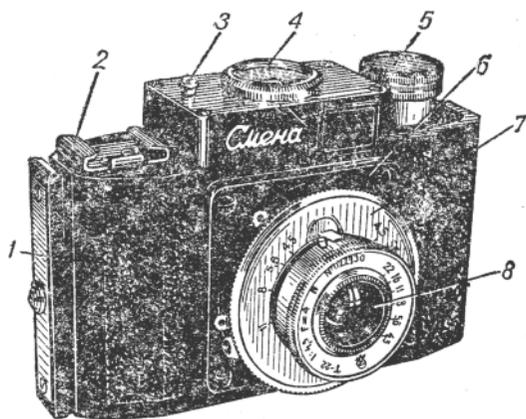
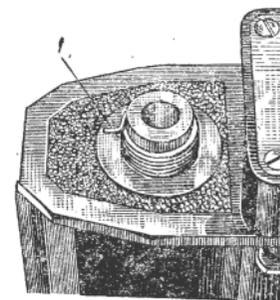
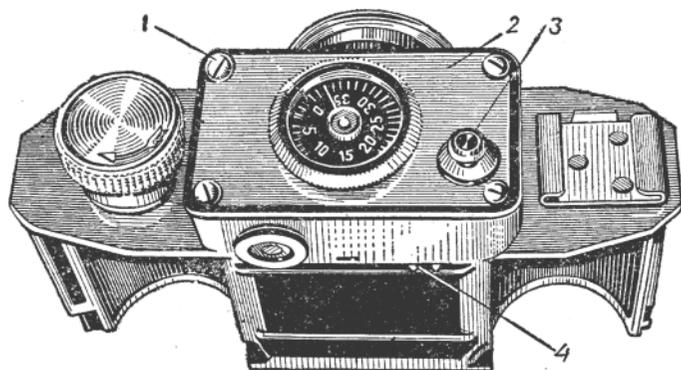
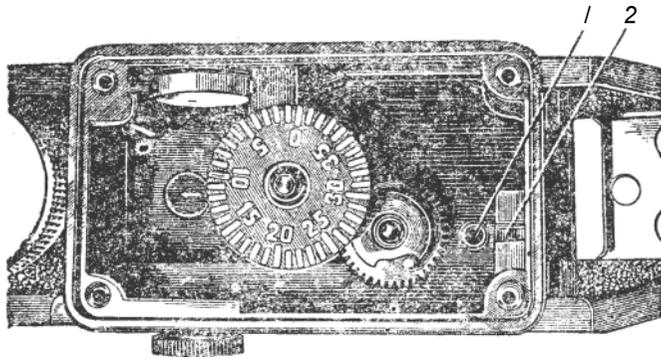

Рис. 66. Фотоаппарат «Смена».
Рис. 68. Пружина тормоза.
Рис. 69. Внутренний вид корпуса аппарата.
Рис. 71. Счетчик кадров без кнопки спуска.
Аппарат состоит из корпуса 1 (рис. 66), клеммы 2, кнопки пуска 3, счетчика кадров 4, головки перемотки пленки 5, панели объектива 6, затвора 7, объектива 8.
Головка 5 (рис. 66) протягивает пленку, перематывающуюся из кассеты в кассету. Пленка протягивается только на величину кадра, ее движение регулируется специальным механизмом, который приводится в действие перфорацией пленки с помощью зубчатого диска 4 (рис. 69).
В «Смене» применяются двухкрышечные металлические кассеты. Если пленка протягивается с трудом и фотолюбитель перестает чувствовать остановку пленки и продолжает вращать головку 5 (рис. 66), разрывается перфорация пленки, портится резьба оси, на которую навинчен зубчатый диск 4 (рис. 69) и зубья шестерен счетчика кадров.
Поэтому нужно подбирать кассеты так, чтобы пленка протягивалась без заметного усилия (см. стр. 12). Головку 5 (рис. 66) нужно вращать только по часовой стрелке. Внутри головки находится спиральная пружина тормоза 1 (рис. 68), загнутый конец которой входит в отверстие головки и не позволяет ей двигаться против часовой
Работа счетчика кадров и перемотка пленки регулируется специальным механизмом. Чтобы разобраться в устройстве и принципе работы механизма, нужно, отвинтив четыре винта 1 (рис. 69), снять щиток 2 (плато счетчика кадров) с кнопкой пуска 3. Затем следует отвинтить кнопку 5, держа плоскогубцами стержень, на который она навинчена, и установить ее на место без щитка, как это показано на рис. 70. На стержне находится спиральная пружина 8 (рис. 70) и шпилька 7. Стержень входит в отверстие 1 (рис. 71), а длинный конец шпильки — в паз 2.
Во время движения пленки перфорационные отверстия вращают зубчатый диск 4 (рис. 69), навинченный на ось 4 (рис. 70), на которой установлены шестерня 8 и диск 5, с выемкой 11 и пальцем 5. Когда шестерня 9 делает один
Разбирают пусковой механизм в следующем порядке. Отвинчивают четыре винта 1 (рис. 69) и снимают верхний щиток 2 с кнопкой 3. Затем отвинчивают зубчатый диск 4, имеющий левую резьбу, в правую сторону. Отвинтив зубчатый диск, можно извлечь ось 4 (рис. 70) с шестерней 9 и диском 5. Однако прежде нужно снять лимб счетчика кадров 2 с осью и шестерней, который укреплен на оси запорной шайбой.
2. Зубчатый диск 4 (рис. 69) вращается, но механизм не работает. Нужно разобрать и проверить отверстие с резьбой на диске 4 и оси 4 (рис. 70). Если отверстие диска 4 (рис. 69) стало слишком большим, то зубчатый диск нужно положить на твердый предмет и с помощью молотка и пуансона стянуть отверстие с резьбой. Стягивание можно производить с обеих сторон диска. После этого следует установить диск на место. Если таким способом нельзя исправить резьбу, нужно сделать отверстие меньше и нарезать новую резьбу.
3. Кнопка 3 (рис. 69) после нажатия не возвращается в верхнее положение, и механизм работать не может. Нужно почистить и смазать ось кнопки и проверить исправность спиральной пружины 8 (рис. 70).